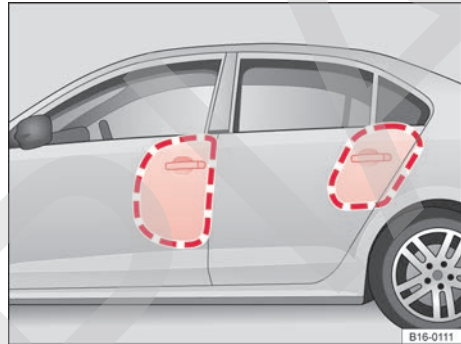
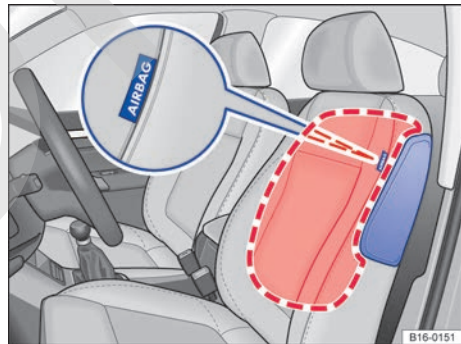

Fig. 34 En el lado izquierdo del vehículo: zonas de despliegue de los airbags laterales.
Fig. 35 Lateral de un asiento delantero: ubicación y zona de despliegue del airbag lateral.
En función del equipamiento del vehículo van montados airbags laterales para las plazas delanteras y para las plazas traseras laterales → fig. 34.
- Los airbags laterales de las plazas delanteras van montados en el acolchado lateral exterior de los respaldos de los asientos del conductor y del acompañante → fig. 35.
Al dispararse, los airbags laterales ocupan las zonas enmarcadas en rojo → fig. 34 y → fig. 35 (zonas de despliegue). Por este motivo, no deposite ni fije nunca objetos en estas zonas → .